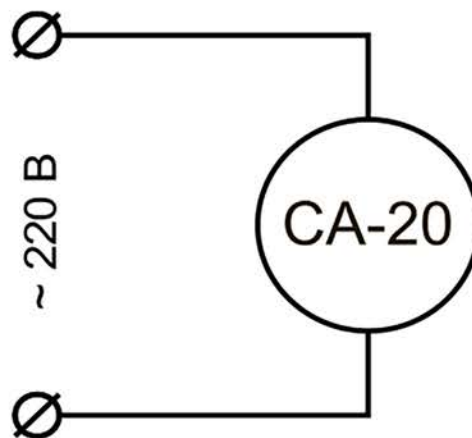

Рисунок 1: Схема подключения
5.2. Подключение изделия осуществляется в соответствии со схемой подключения (рис. 1).